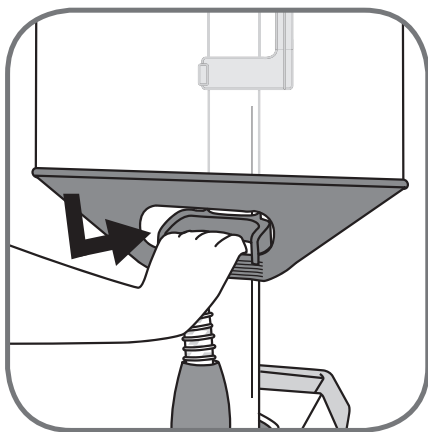

fig. 16
- Insérez la poignée dans l'accroche de verrouillage sur le mât et vérifiez que le support de défroissage est bien verrouillé (fig 16).